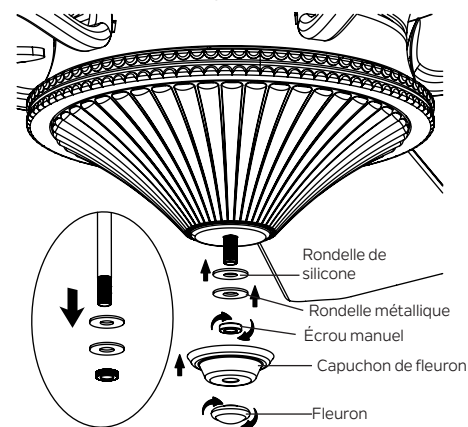

Fig. 25
Étape 2. Retirez et conservez l'écrou manuel, la rondelle métallique et la rondelle en silicone de la tige filetée du kit d'éclairage. (Fig. 25)
Étape 3. Soulevez l'abat-jour en verre jusqu'au kit d'éclairage, permettant à la tige filetée de passer par le trou central au bas de l'abat-jour en verre. Placez la rondelle en silicone et la rondelle métallique sur la tige filetée, puis vissez l'écrou manuel sur la tige filetée jusqu'à ce qu'il soit bien serré. NE SERREZ PAS TROP. (Fig. 25)
Étape 4. Installez le capuchon du fleuron et le fleuron sur la tige filetée et serrez fermement. (Fig. 25)